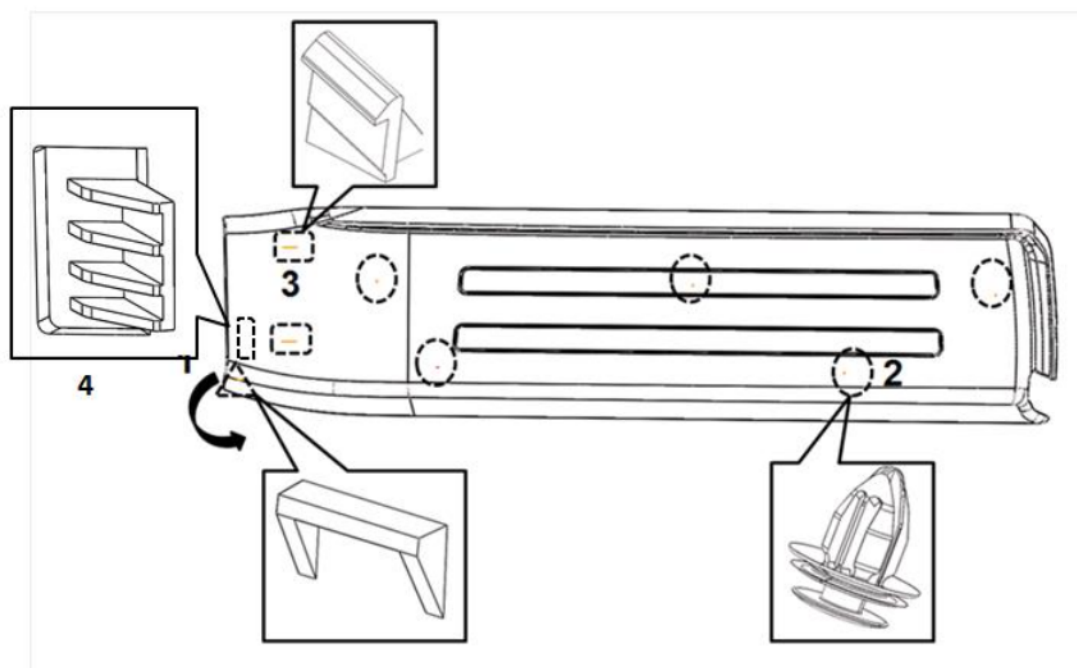

图 1-18-1 前门槛踏板的拆卸
- (1) 用手向外掰前门槛踏板，使卡脚 1 脱离 A 柱下护板
- (2) 使用缠有保护胶带的一字螺丝刀在图 1-18-1 前门槛踏板的拆卸所示的卡扣处沿与钣金垂直的方向把塑料卡扣紧固点从钣金分离，共 5 个。
- (3) 向上拉前门槛踏板，使卡脚 3 和卡脚 4 脱离 A 柱下护板，即可取下前门槛踏板
- (4) 按照与拆卸相反的顺序进行安装：注意
- ①、更换任何损坏的塑料卡扣；
- ②、确保卡脚和卡扣安装到位。
- ③、切记蛮力拆卸和装配，以防止损坏前门槛踏板